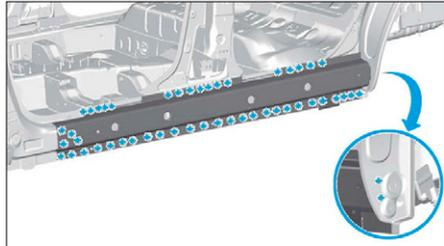

FIG. 118
- Dépointer et fraiser comme illustré (Fig.118).